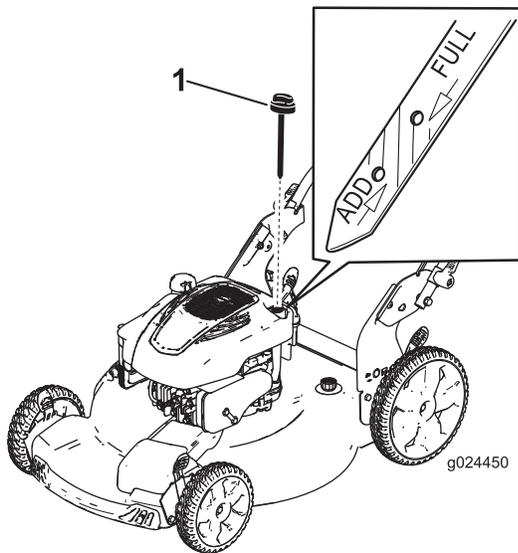

Figura 6
2. Retire la varilla girando el tapón en el sentido contrario a las agujas del reloj y tirando del mismo (Figura 6).
5. Observe el nivel de aceite en la varilla (Figura 6).